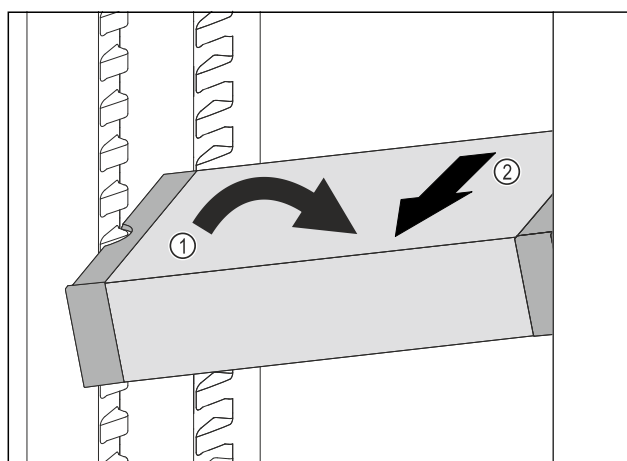

Fig. 133
- ▶ Poziționați oblic VarioSafe în frigider. Fig. 133 (1)
- ▶ Extrageți VarioSafe spre înainte. Fig. 133 (2)